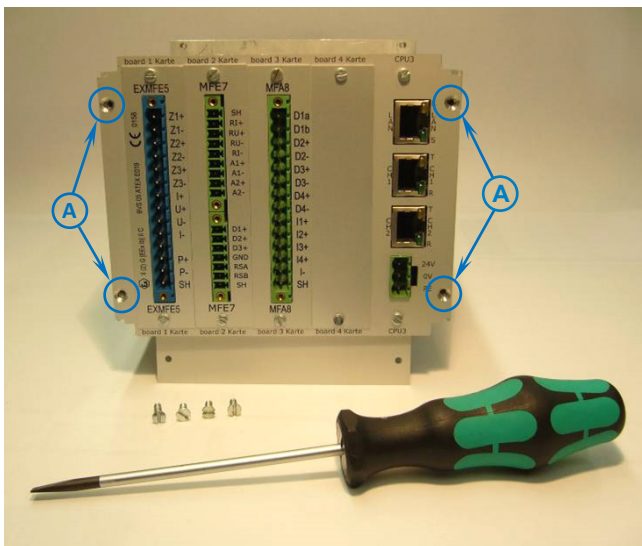

Fig. 5-2: Parte posterior del equipo (ejemplo),
- Inserte la tarjeta en la ranura de la tapa posterior (lado de la conexión a proceso, conector azul para tarjetas Ex, conector verde el resto, ⇒ Fig. 5-2).
- ▶ Cerrar el equipo mediante los 4 tornillos (Posición A en Fig. 5-2).